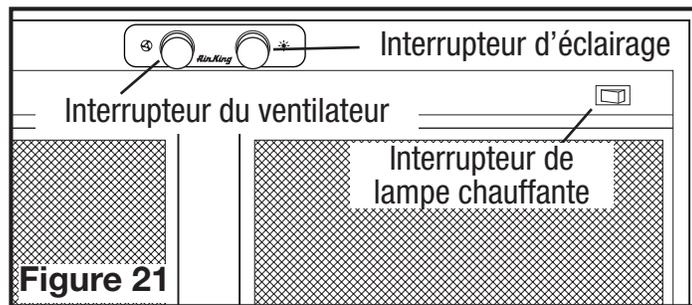

Figure 21
Votre hotte de cuisinière est équipée avec deux interrupteurs rotatifs dont l'un contrôle l'éclairage et l'autre contrôle la soufflante du ventilateur d'évacuation. L'interrupteur de l'éclairage est réglable. Le commutateur de vitesse du ventilateur a quatre positions, Éteinte, Haute, Moyenne, et Basse (Figure 21).
**REMARQUE :** Sur les installations où un ventilateur à une (1) seule vitesse est utilisé, tous les contrôles du ventilateur opèrent à la même vitesse. Sur les installations où un ventilateur à deux (2) vitesses est utilisé, les vitesses MOYENNE et HAUTE opèrent à la même vitesse.
**Contrôles des lampes chauffantes :** Pour les modèles équipés de lampes chauffantes, deux commutateurs En/Hors sont situés à l'avant du côté inférieur de la hotte pour un contrôle indépendant des lampes de chauffage (Figure 21).